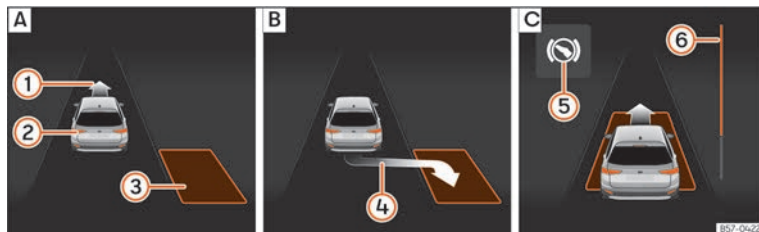
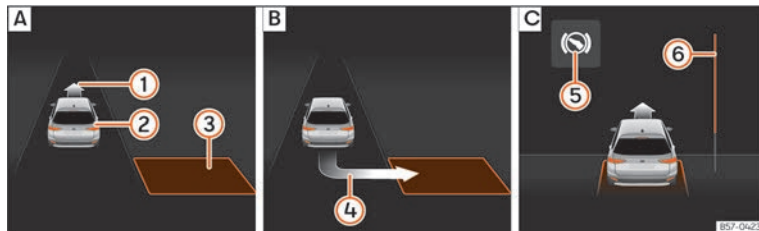

Abb. 141 Am Bildschirm des Kombi-Instruments: längs einparken. **A:** Parklücke suchen. **B:** Position zum Einparken. **C:** Rangieren.
Abb. 142 Am Bildschirm des Kombi-Instruments: quer einparken. **A:** Parklücke suchen. **B:** Position zum Einparken. **C:** Rangieren.
- Prüfen Sie anhand der Anzeige im Bildschirm des Kombi-Instruments, ob die Parklücke als „geeignet“ erkannt wurde und ob die korrekte Position zum Einparken » (Abb. 141) **B** oder
» (Abb. 142) **B** erreicht wurde. Die Parklücke wird als „geeignet“ betrachtet, wenn auf dem Bildschirm des Kombi-Instruments die Anzeige zum Einparken erscheint **④**.
- Fahren Sie rückwärts, bis das Dauertonsignal des ParkPilot ertönt; **ODER:** fahren Sie zurück, bis auf dem Bildschirm des Kombi-Instruments die Anzeige für Vorwärtsfahren »» (Abb. 141) [C] oder »» (Abb. 142) [C] erscheint; **ODER:** fahren Sie zurück, bis am Bildschirm des Kombi-Instruments die Meldung **Park Assist beendet** erscheint. Die Fortschrittsanzeige ⑥ zeigt den zurückzulegenden Abstand an.
- Treten Sie auf das Bremspedal, bis die Lenkbewegungen des Parklenkassistenten beendet sind; **ODER:** bis das Symbol (S) am Bildschirm des Kombi-Instruments erlischt.
- Fahren Sie vorwärts, bis das Dauertonsignal des ParkPilot ertönt; **ODER:** fahren Sie vorwärts, bis am Bildschirm des Kombi-Instruments die Anzeige zur Rückwärtsfahrt erscheint. Der Parklenkassistent lenkt das Fahrzeug so lange beim Vorwärts- und Rückwärtsfahren, bis das Fahrzeug gerade in der Parklücke steht »» (Abb. 141) [C] bzw. »» (Abb. 142) [C].
Die Fortschrittsanzeigen »» (Abb. 141) ⑥ und »» (Abb. 142) ⑥ am Bildschirm des Kombi-Instruments zeigt symbolisch die noch zu fahrende relative Fahrstrecke an. Je länger die Distanz ist, desto größer ist der Füllstand des Fortschrittsbalkens. Bei Vorwärtsfahrt nimmt die Füllung des Fortschrittsbalkens nach oben ab und bei Rückwärtsfahrt nimmt die Füllung des Fortschrittsbalkens nach unten ab.